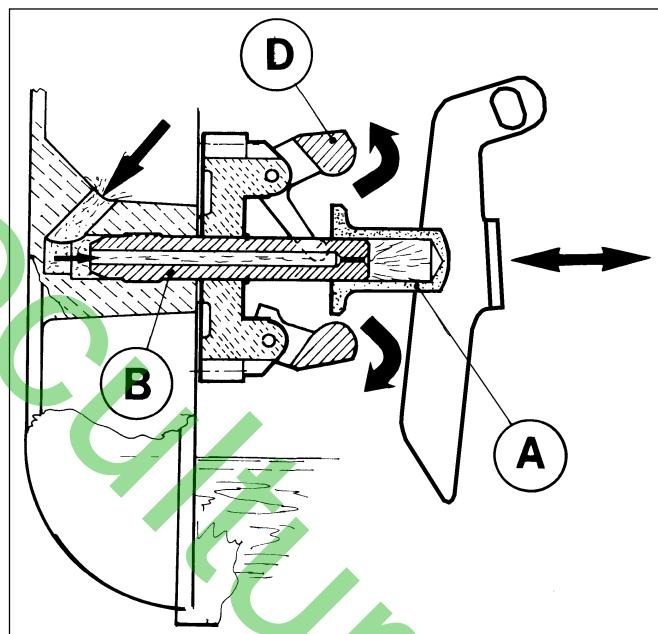

Fig. 9
La bobine "A" (Fig. 9-A), poussée par les masses centrifuges (D), coulisse le long de l'axe (B) qui est lui-même percé et permet l'entrée de l'huile à l'intérieur de la bobine. Cet amortisseur hydraulique amortit le coulissolement de la bobine, rendant ainsi moins sensible le régulateur aux brèves et soudaines variations d'efforts et évitant également des oscillations. Ce type de régulateur est essentiellement utilisé sur les moteurs de générateur.